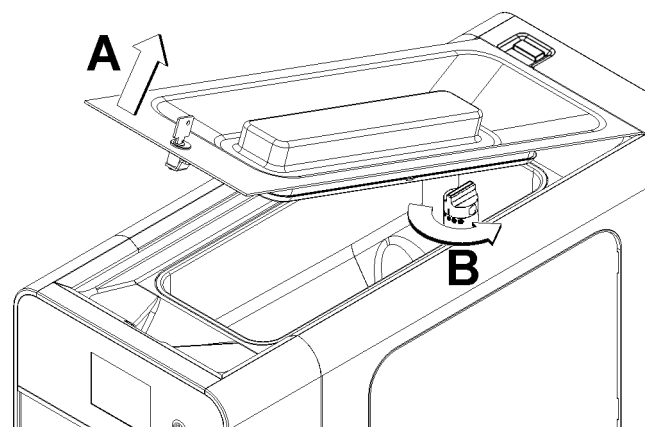

figure 7
**6** Quand la glace est prête, ouvrir le couvercle et tourner la partie supérieure du tube de mélange dans le sens anti-horaire pour que la préparation puisse entrer dans le cylindre inférieur. (voir figure 7) :